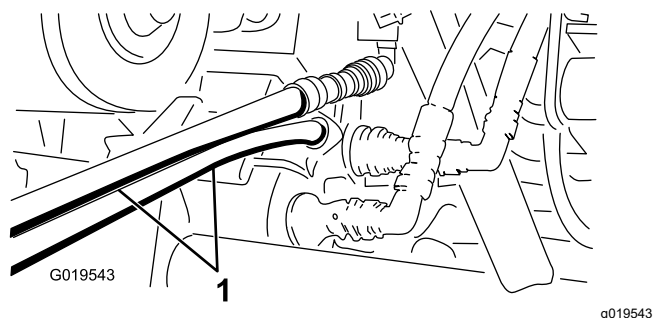

Figura 75
5. La cealaltă maină, conectai cele 2 furtunuri la cuplajul aflat încă în suportul cuplajului (conectai furtunul superior la cuplajul superior și furtunul inferior la cuplajul inferior) (Figura 75).